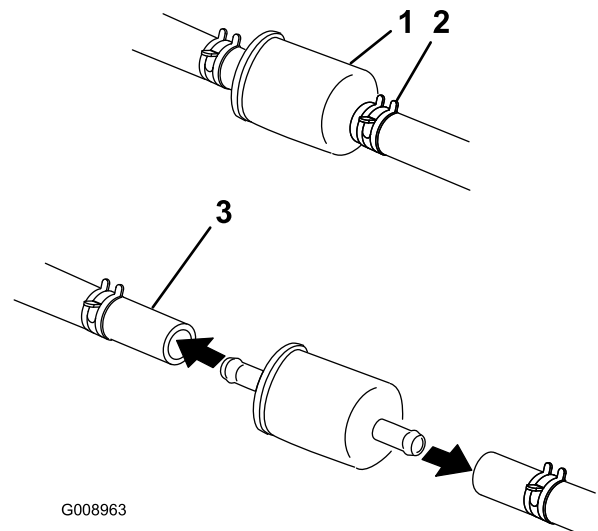

Bild 55
6. Drücken Sie die Enden der Schlauchklemmen zusammen und schieben Sie sie vom Filter weg (Bild 55).
8. Setzen Sie einen neuen Filter ein und schieben Sie die Schlauchklemmen an den Filter heran (Bild 55).